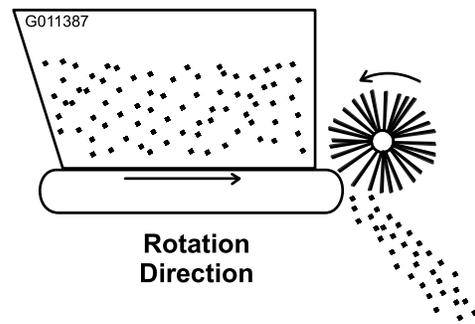

Bild 18
4. Lassen Sie den Fahrzeugmotor an und testen Sie die Drehung des Förderbands und der Bürste. Stellen Sie die Remotehydraulikhebel des Workman in die Run“-Stellung. Die Drehung sollte so wie in Bild 18 dargestellt aussehen. Wenn die Drehung rückwärts ist, müssen die Schnellkupplungen umgetauscht werden.